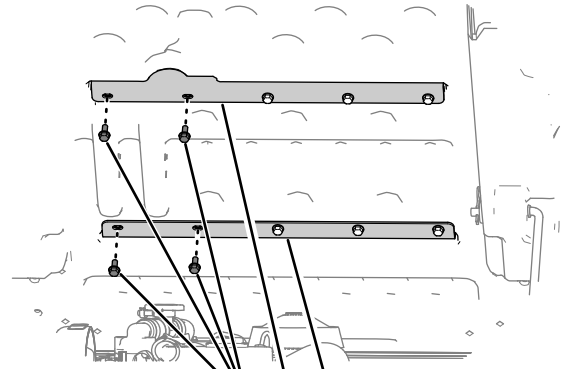

Figure 4
1. En regardant vers le bas du plateau relevé, retirez les 2 boulons à l'extrême gauche (5/16 x 3/4 po) qui fixent les 2 renforts au plateau (Figure 4).